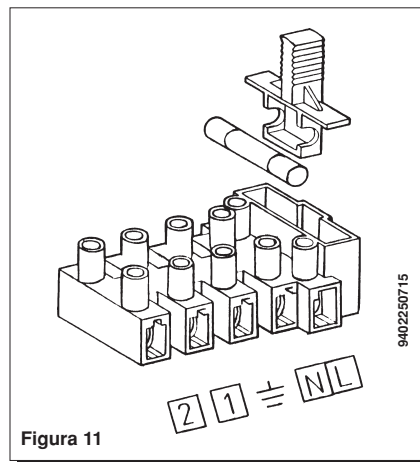

Figura 11
- acesse à placa de terminais de alimentação (figura 11) como descrito no capítulo anterior;
- retire a ponte presente nos terminais (1) e (2);